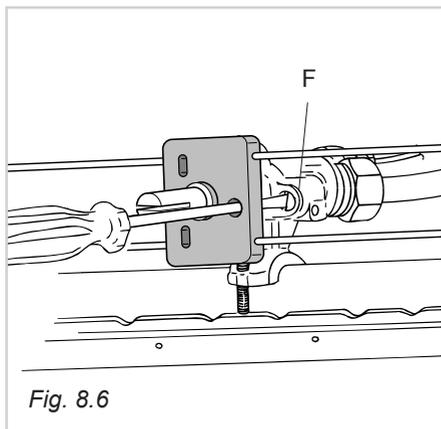

Fig. 8.6
Краны на рабочей поверхности оснащены предохранительными клапанами; винт, с помощью которого регулируется минимум, находится на внешней стороне кранов (Рис. 8.6).
- Снимите ручку крана и, вставив отвёртку под винт с плоской головкой в отверстие на микровыключателе (Рис. 8.6), поверните винт **F**, отрегулировав тем самым длину пламени.